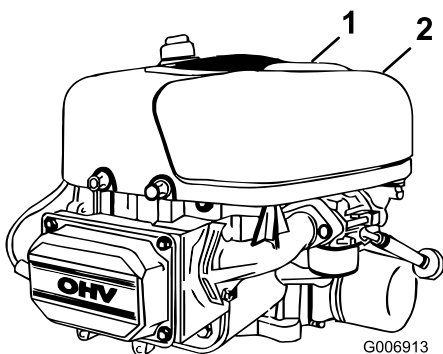

Figura 21
6. Alzate il manico del coperchio del filtro dell'aria e giratelo verso il motore (Figura 21).